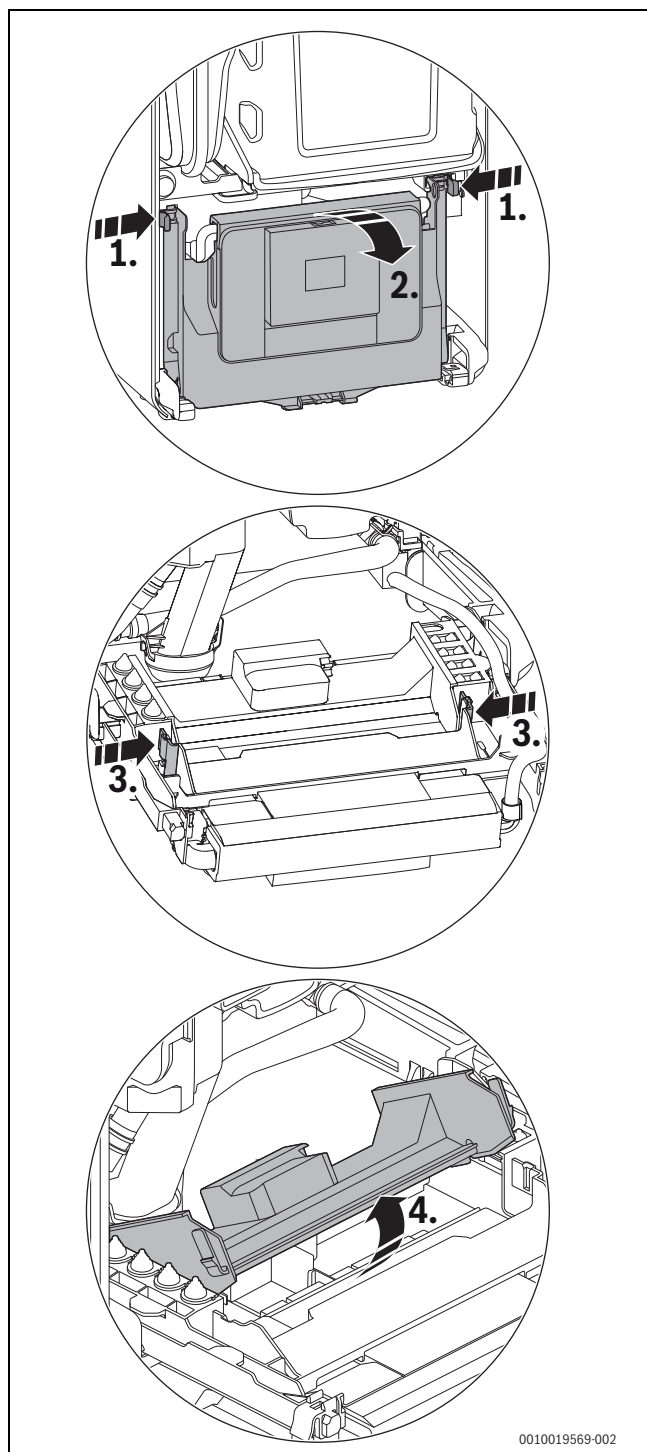

Fig. 105 Ouvrir le cache
- Rabattre le boîtier de commande (→ Figure 105, page 52).